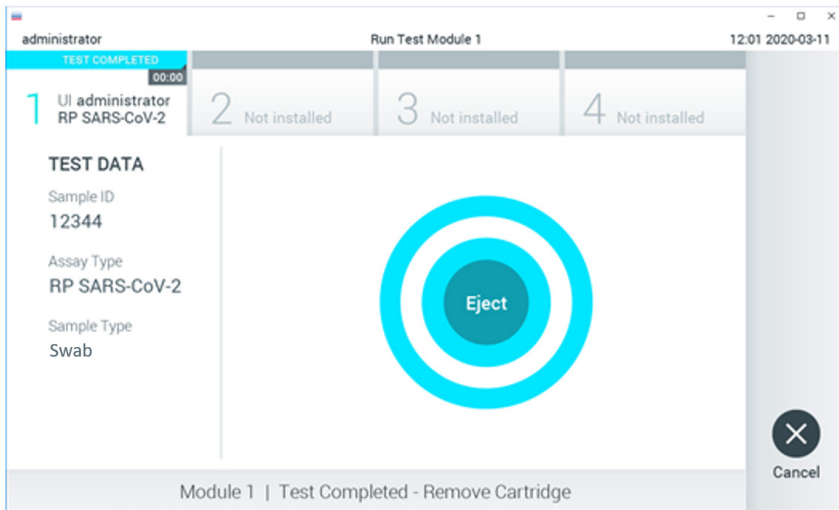

Figura 16. Visualizzazione della schermata Eject (Espelli).
14. Al termine del test, verrà visualizzata la schermata Eject (Espelli) (Figura 16) e la barra di stato del modulo mostrerà il risultato del test come una delle seguenti opzioni: